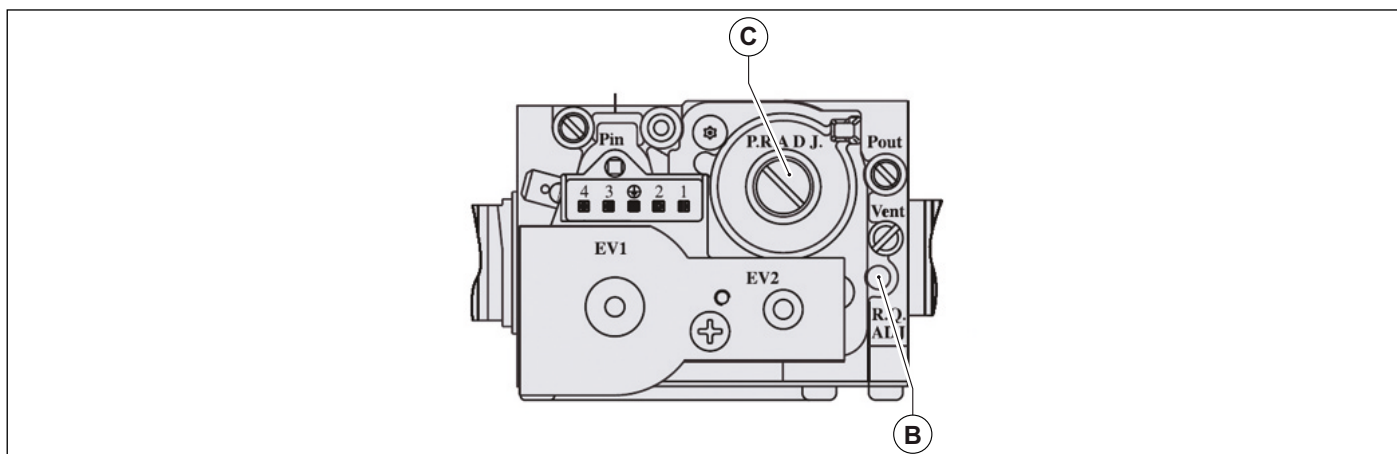

Fig. 30 Regulación valor anhídrido carbónico
- Regular el valor del anhídrido carbónico (CO₂) en los humos girando el regulador de relación **B** (ver Fig. 30 Regulación valor anhídrido carbónico) y asegurarse de que no supere los límites de la Tab. 16 Valores de CO₂ en los humos. Dejar la caldera en modalidad deshollinado y continuar en el paso siguiente de ajuste a la potencia mínima.
- Regular el valor del anhídrido carbónico (CO₂) en los humos girando el regulador de offset **C** (ver Fig. 30 Regulación valor anhídrido carbónico) y asegurarse de que no supere los límites de la Tab. 16 Valores de CO₂ en los humos.